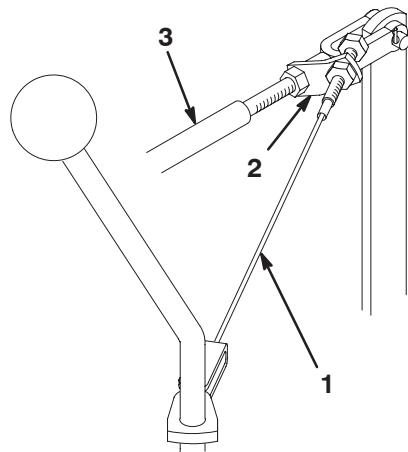

Figure 51
- Desserrez l'écrou de blocage avant qui fixe l'ensemble câble au support de la tige de commande de tonte/relevage (Fig. 51).
- Maintenez la tige de commande de tonte/relevage en arrière et serrez le contre-écrou arrière pour supprimer pratiquement tout le mou dans le câble (Fig. 51). Ne tendez pas le câble excessivement.